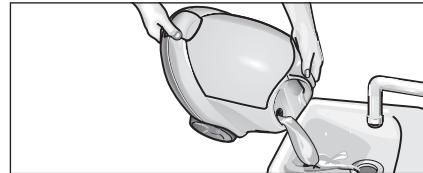

Fig.12: Pulizia della caldaia
- Riempire la caldaia con acqua e scuotere energicamente (in modo tale che si stacchino i residui di calcare che si sono depositati sul fondo della caldaia). Infine vuotare l'acqua, capovolgendo l'apparecchio verso l'angolo con l'imbuto di riempimento (si veda fig. 12).
- Vuotare completamente dalla caldaia l'acqua residua (Fig. 12).